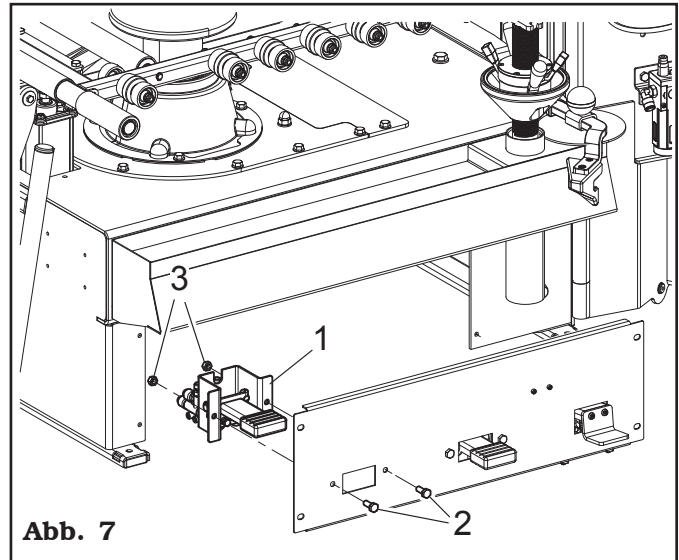

Abb. 7
7. Befestigen Sie die Pedale (Abb. 7 Pkt. 1) aus dem Inneren der Maschine durch die mitgelieferte Schrauben (Abb. 7 Pkt. 2) und Muttern (Abb. 7 Pkt. 3).